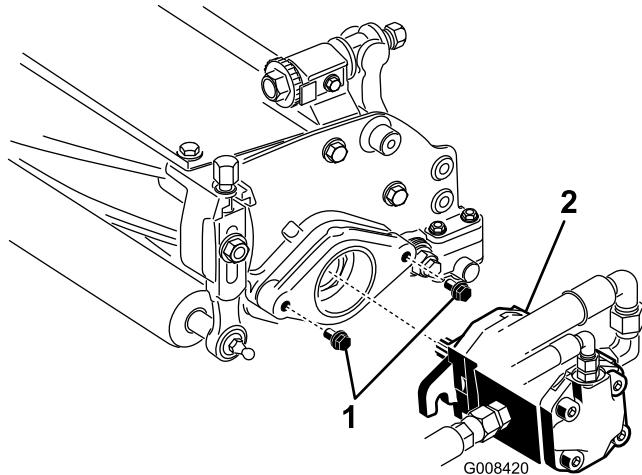

Figura 18
- Montate le viti di montaggio del motore principale del cilindro su ciascun apparato di taglio. Lasciate sporgere 13 mm circa di filetto delle viti di montaggio (Figura 18).
- Spalmate grasso pulito sull'albero scanalato del motore e montate il motore ruotandolo in senso orario in modo che le relative flange non tocchino i prigionieri. Girate il motore in senso antiorario finché le flange non circondano i prigionieri (Figura 18).
- Serrate i bulloni di fissaggio (Figura 18).